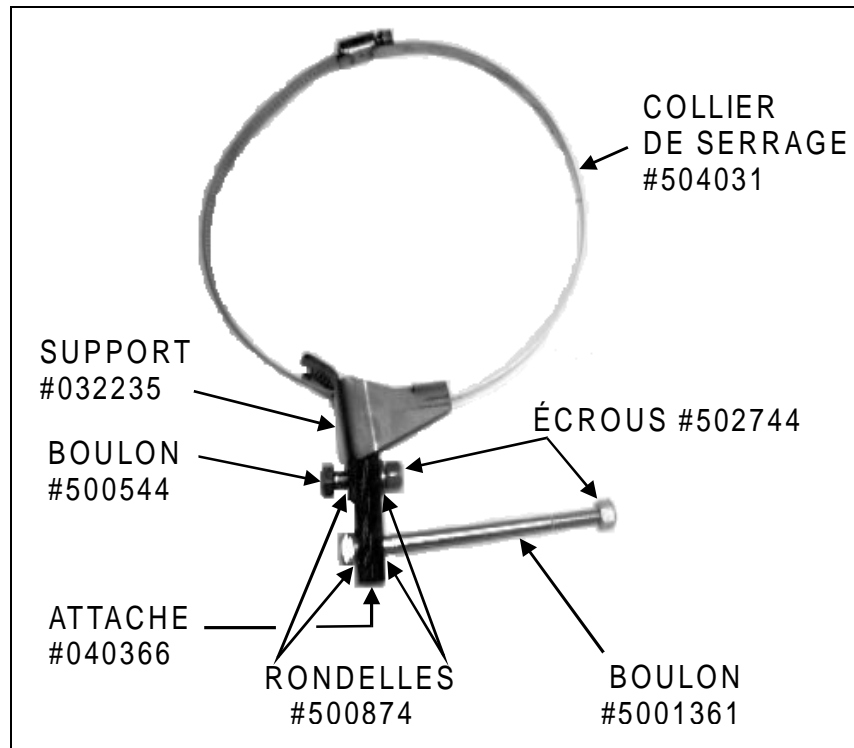

FIGURE 1
1. En travaillant sur un établi, assembler (sans serrer) toutes les pièces de l'ensemble #032236 tel qu'illustré à la figure 1.